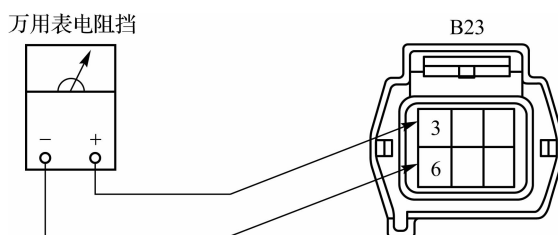

图 2-72 驱动电机温度传感器阻值的检查
(1) 在确认点火开关置于 OFF 挡位的情况下，将电机上温度传感器 B23 黑色线束连接器拔掉。
(2) 选择万用表电阻挡。
(3) 如图 2-72 所示，红、黑表笔分别触接在电机侧温度传感器 B23 黑色插头(公)的 3 脚与 6 脚。